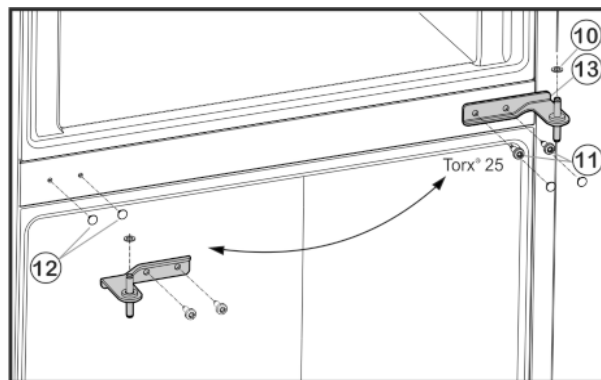

Fig. 5
- ▶ Śruby mocujące Fig. 5 (11) odkręcić (2 x Torx® 25) i z dolnych drzwi wyjąć środkową płytkę zawiasu.
- ▶ Zdjąć podkładkę z tworzywa sztucznego Fig. 5 (10).
- ▶ Ostrożnie zdjąć osłonki Fig. 5 (12) i zamontować na przeciwległej stronie.
- ▶ Środkową płytkę zawiasu Fig. 5 (13) obrócić o 180° włożyć w dolne drzwi i przykręcić po nowej stronie zawiasu za pomocą śrub mocujących Fig. 5 (11)(2 x Torx® 25)(z siłą 4 Nm).
- ▶ Ponownie założyć podkładkę z tworzywa sztucznego Fig. 5 (10).
- ▶ Założyć górne drzwi na środkową płytkę zawiasu Fig. 5 (13).